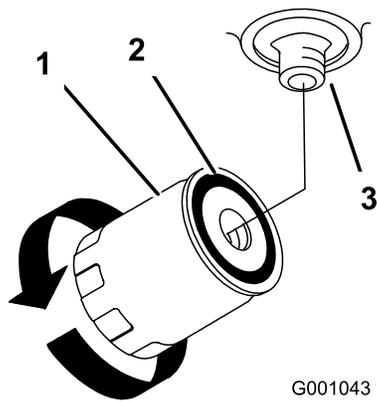

図 75
4. オイル・フィルタを外し、フィルタのアダプタのガスケットの表面をきれいに拭く（図 75）。
6. アダプタにフィルタを取り付ける。ガスケットがアダプタに当たるまで手でねじ込み、そこから更に 1/2 回転増し締めする（図 75）。